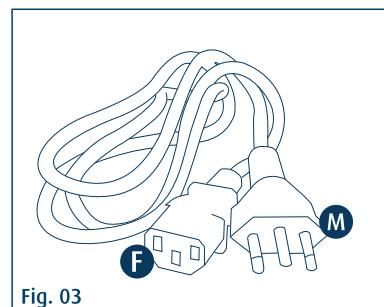

Fig. 03
Cabo de Energia PP, 3 Vias x 1mm2, comprimento de 2,3 metros. Possui 2 plugs de 3 contatos sendo um (M) macho e o outro (F) fêmea. (Fig. 03)